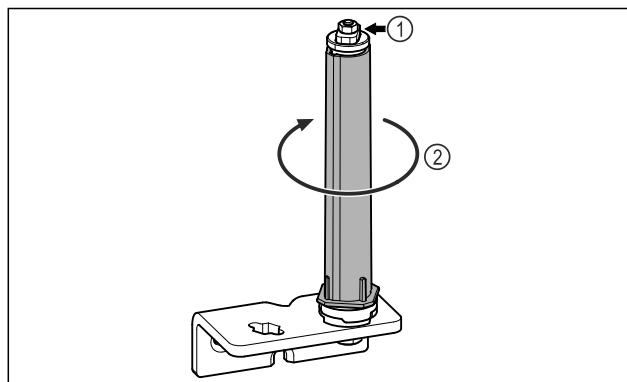

Fig. 29
- ▶ Nerozebírejte uzavírací systém dvířek Fig. 29 (1).
- ▶ Otáčejte uzavíracím systémem Fig. 29 (2), dokud nezacvakne.